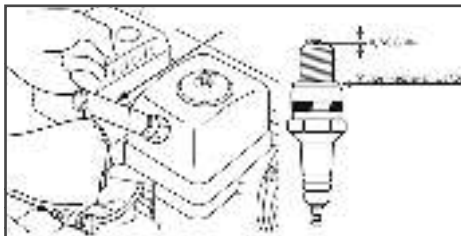

Рис. 26 Обслуживание свечи зажигания
2. Открутите свечу зажигания свечным ключом (Рис. 26).
4. Измерьте зазор между электродами свечи зажигания специальным щупом. Зазор должен быть 0,7-0,8 мм (Рис. 26). При увеличении, или уменьшении требуемого зазора, рекомендуется заменить свечу, так как регулировка зазора может привести к изменению качества искрообразования.